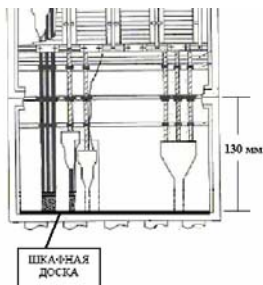

Рис. 15.1. Основание терминала
15.1. После завершения монтажных работ в терминале проверить положение и целостность шкафной доски или уровень наполнителя основания шкафа (в некоторых конструкциях шкафов). Расстояние между основанием терминала и его рабочей частью должно составлять не менее 130 мм (рис. 15.1). Заделать все отверстия в основании.